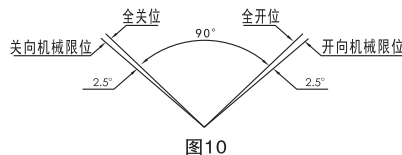

图10
- ① 如无特殊要求，出厂调试时执行机构全关位和全开位之间行程角度为 90°。用户配阀后，如果阀门的全关位、全开位和执行机构的全关位、全开位不一致，需进行重新调整，调整时机械限位必须符合图10的要求。
- ② 所有调节型(E型)的开度电位器均已考虑在配阀调试时全开全关位可能变动导致电位器工作区偏移的情况，因此一般禁止用户调整电位器及齿轮。
- ③ 接线端子的接线必须按右图正确接入，以免损坏伺服控制器，尤其要注意：绝对不能把“电源”线接到“输入信号”或“输出信号”端子上。